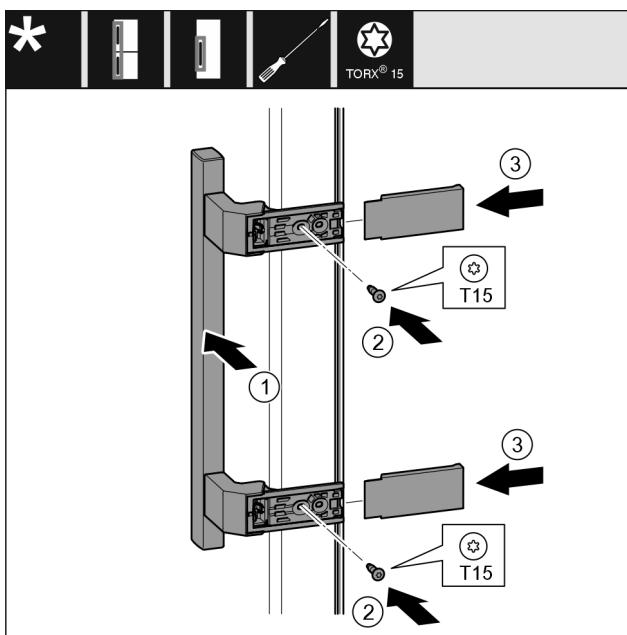

Fig. 20
- Установите ручку Fig. 20 (1) на противоположной стороне.
- Затяните винты Fig. 20 (2) отверткой.
- Установите крышки Fig. 20 (3) сбоку и надвиньте их.